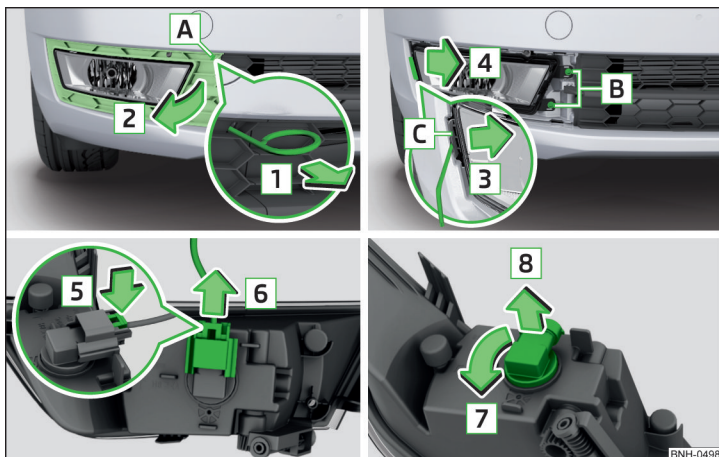

Fig. 189 Demontarea farului de ceață/înlocuirea becului
- Introduceți brida pentru extragerea capacelor integrale de roată în degajarea **A** » fig. 189.
- Scoateți grilajul de protecție în sensul săgeții **2**, trăgând de cârlig în sensul săgeții **1** » fig. 189.
- Introduceți farul de ceață în sens contrar săgeții **4** » fig. 189 și înșurubați-l.